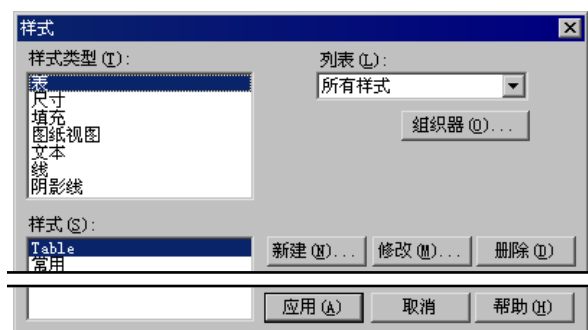

图 9.2.23 “样式”对话框
Step1. 选择 **主页** 选项卡 **尺寸** 区域中的 **A** 命令，然后在系统弹出“样式”对话框 **样式类型(T)** 区域选择 **表** 选项，如图 9.2.23 所示。